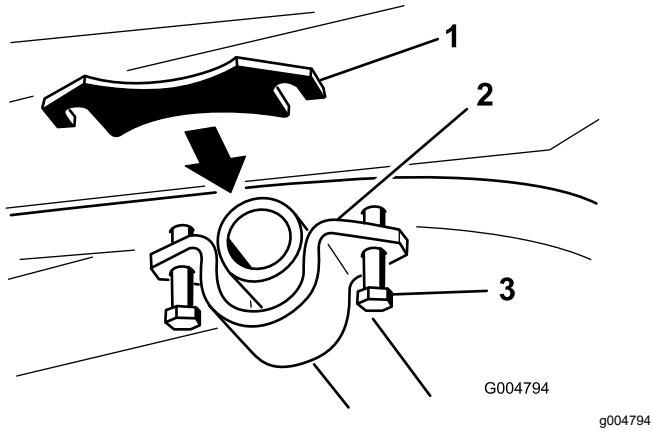

Figura 22
- Desaperte os parafusos que prendem o suporte do tubo articulado para criar uma abertura entre a estrutura e o suporte do tubo articulado (Figura 22).